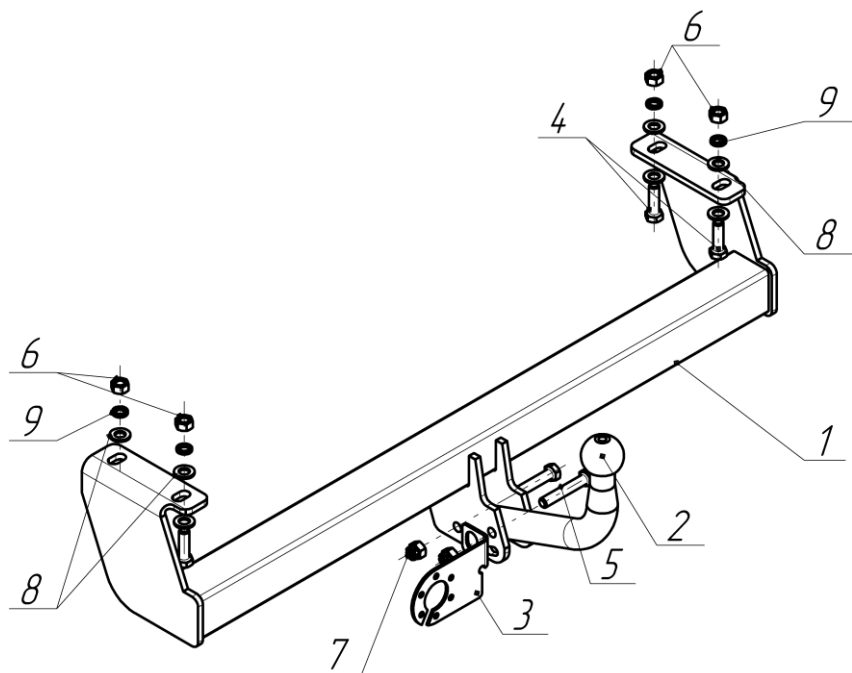

Рис.1 Установка на автомобиль
- Установить ТСУ поз.1 (рис.1) на автомобиль таким образом, чтобы отверстия кронштейнов совпали с отверстиями в раме автомобиля;